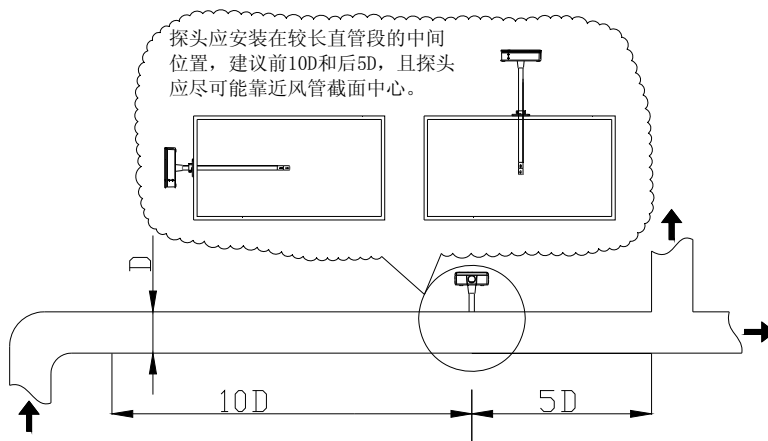

图 3
- 风速变送器应安装在气流稳定的位置，例如较长直管段的中间位置，探头前后直管段要有足够长度(建议前 10D 和后 5D)以保证检测精度和稳定，且探头应尽可能靠近风管截面中心。(见图 3)